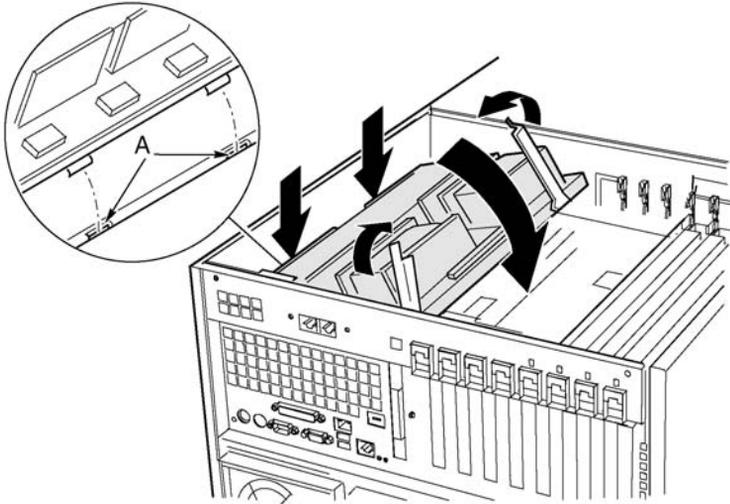

Abbildung 23 - Installation des Prozessorboards
- 1 Setzen Sie die Laschen des Prozessorboards in die Schlitz an der Mainboardhalterung ein (Abbildung 23, A).